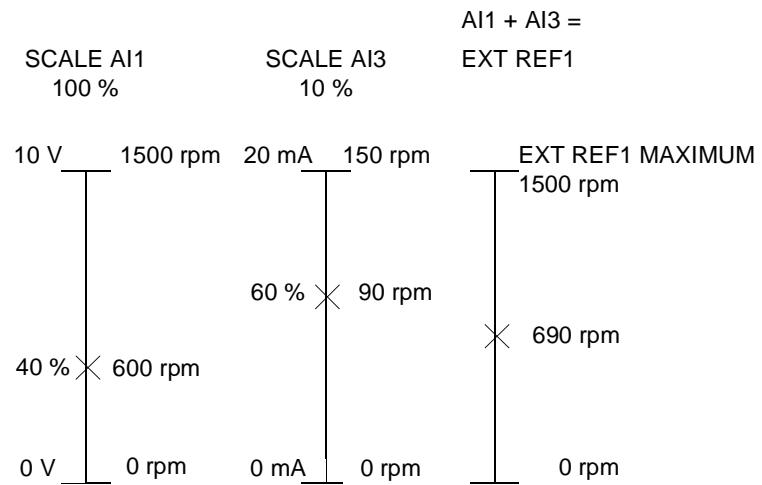

图 6-5 外部给定 1 通过参数 11.03 选择为 AI1 + AI3，而且由参数 11.05 定义了给定的最大值 (1500 rpm)。模拟输入口 AI1 的范围由参数 13.03 设定为 100 %。模拟输入口 AI3 的范围由参数 13.13 设定为 10 %。
13.03 SCALE AI1 模拟输入口 AI1 信号的比例系数。见图 6-5。